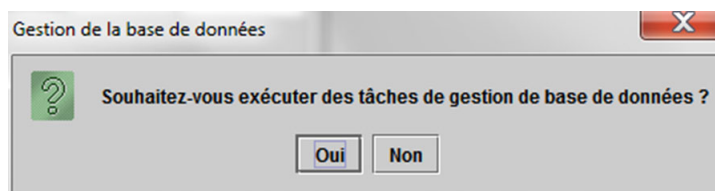
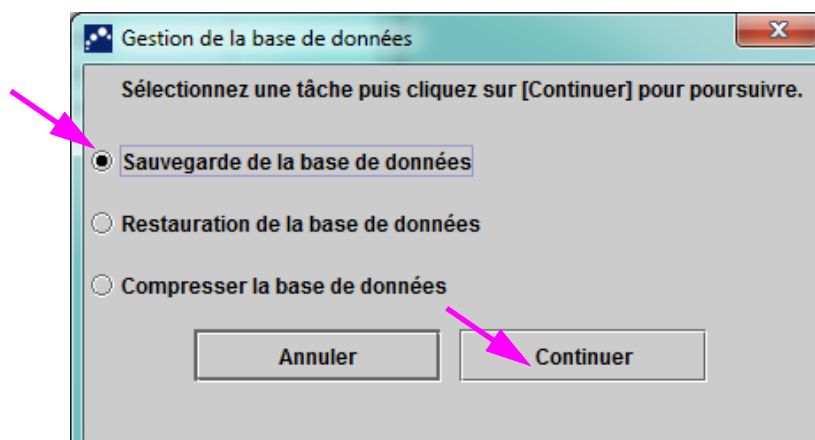

Figure 5-8. Boîte de dialogue Gestion de la base de données
Figure 5-9. Boîte de dialogue Gestion de la base de données
1. Si la case **Rappels de gestion de la base de données** de la boîte de dialogue Configuration du système (cf. Figure 2-77) n'est pas cochée, la boîte de dialogue Gestion de la base de données (cf. Figure 5-8) n'apparaît pas et aucune action relative à la base de données ne sera requise. Le logiciel continuera à se charger et vous pouvez passer à la Section 5.2.3.2 pour continuer la séquence de démarrage.
2. Si la case **Rappels de gestion de la base de données** de l'écran de dialogue Configuration du système (cf. Figure 2-77) est cochée, la boîte de dialogue Gestion de la base de données (cf. Figure 5-8) apparaît dans le haut de la fenêtre GeneXpert Dx System et vous demande si vous souhaitez exécuter les tâches de gestion de la base de données.
- A. Si vous cliquez sur **Non** dans la boîte de dialogue Gestion de la base de données (cf. Figure 5-8), le logiciel GeneXpert Dx continue à se charger et vous pouvez passer à la Section 5.2.3.2.
- B. Cliquez sur **Oui** dans la boîte de dialogue Gestion de la base de données (cf. Figure 5-8) et on vous demandera de sélectionner la tâche à exécuter (cf. Figure 5-9).
Selon les privilèges de l'utilisateur, il est possible que les quatre options (ou quelques-unes) ne soient pas visibles dans la boîte de dialogue Gestion de la base de données. Voir Figure 5-9.
4. Cliquez sur le bouton **Continuer** (cf. Figure 5-9) pour commencer à exécuter la tâche souhaitée de gestion de la base de données.